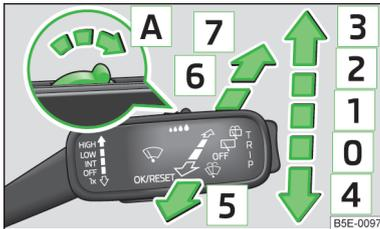

Abb. 38
» Abb. 38
Ist das langsame **2** » Abb. 38 oder schnelle **3** Wischen eingeschaltet und die Geschwindigkeit des Fahrzeugs sinkt unter 4 km/h, wird die Wischgeschwindigkeit schrittweise in eine niedrigere Wischstufe geschaltet. Die ursprüngliche Einstellung wird schrittweise wiederhergestellt, wenn die Geschwindigkeit des Fahrzeugs über 8 km/h steigt.
Zum Reinigen der Scheinwerfer kommt es (nach dem Einschalten der Zündung) immer nach dem ersten und nach jedem zehnten Bespritzen der Frontscheibe, wenn das Ablendlicht eingeschaltet ist und der Hebel in Stellung  » **Abb. 38** auf Seite 57 gezogen wurde.
- Innerhalb von 10 Sekunden den Hebel in Stellung  drücken und für ca. 2 Sekunden halten » **Abb. 38** auf Seite 57.
- Die Zündung einschalten und den Hebel in Stellung  » **Abb. 38** auf Seite 57 drücken.